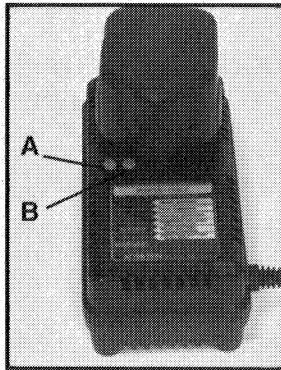

Fig. 5
Assurez vous que le voltage du circuit de puissance est le même que celui indiqué sur la plaquette des spécifications qui est sur le chargeur. Établissez la connexion entre le chargeur et la prise de courant. Une lumière verte (A) Fig. 5 devrait commencer à clignoter. Ceci indique que le chargeur est prêt à commencer à charger.
Positionnez le bloc porte-piles sur le chargeur en faisant attention à ce que la languette du bloc porte-piles se trouve bien dans l'alignement de la fente du chargeur. Insérez le bloc porte-piles dans le chargeur (voir la Fig. 5). NE FORCEZ PAS. Si le bloc porte-piles refuse de s'insérer facilement, vous êtes en train de l'insérer incorrectement.
La lumière verte (A) Fig. 5 devrait maintenant commencer à luire continuellement. Ceci indique que le bloc porte-piles est en train de recevoir une charge rapide (si la lumière verte ne luit pas constamment, ou si la lumière rouge (B) Fig. 5 commence également à clignoter, consulter la section DIAGNOSTIQUE). Après une heure environ, l'indicateur lumineux pour la "Charge Rapide" devrait s'éteindre indiquant ainsi que le bloc porte-piles est entièrement chargé et que le chargeur fonctionne maintenant en "Charge d'appoint". On peut laisser le bloc porte-piles sur le mode "Charge d'appoint" jusqu'à ce que l'on désire en faire usage.
Le chargeur Modèle 8621 est équipé d'un système diagnostique qui vérifie automatiquement la batterie chaque fois qu'un bloc porte-piles est inséré dans le chargeur. S'il ne détecte aucun problème, le chargeur passera automatiquement sur le mode d'opération "Charge Rapide" tel que celui-ci est décrit dans la section CHARGEMENT NORMAL. Si un problème est détecté, celui-ci sera indiqué par les indicateurs lumineux du chargeur (voir Fig. 5) de la manière suivante: